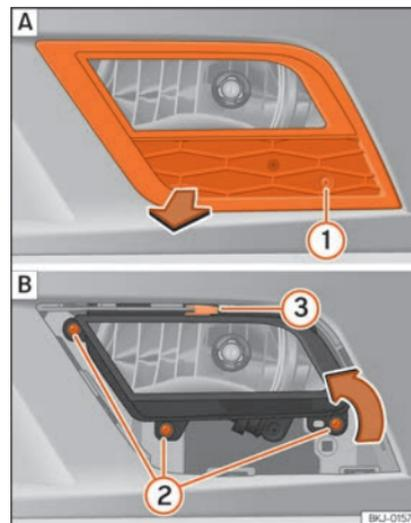
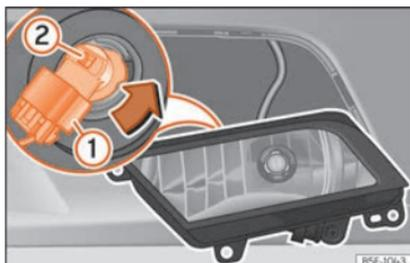

Fig. 96 Faretto fendinebbia: estrarre la griglia. »
Fig. 97 Faro fendinebbia: smontare il portalampana.
- Rimuovere la vite »» fig. 96 ① dalla griglia del faro fendinebbia mediante un cacciavite.
- Rimuovere le 3 viti ②.
- Rimuovere la graffetta metallica situata nella parte superiore del faro fendinebbia tirando verso l'esterno del veicolo ③ ed estrarre il faro fendinebbia.
- Estrarre il connettore »» fig. 97 ① della lampada.
- Ruotare il portalampana »» fig. 97 ② verso sinistra e tirare.